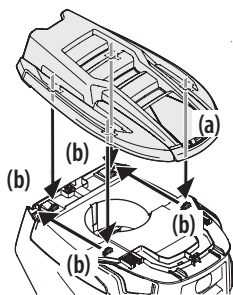

Figura 6
- Para instalar la tapa del capó a presión (a), alinee los orificios de la tapa del capó (a) con las lengüetas (b) del cuerpo del capó como se muestra en la Figura 6.
- Inserte las lengüetas (b) en la tapa del capó y tire hacia atrás para trabar en su lugar. Consulte la Figura 6.